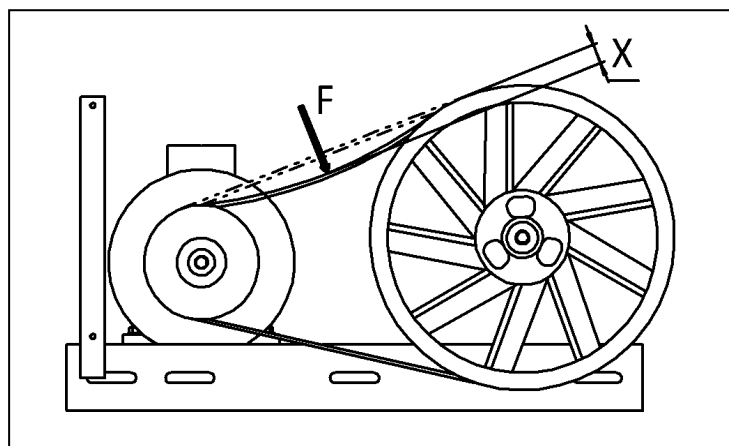

Figure 4
- 3 Utilisez la force F avec 30...40 N perpendiculaire au milieu de la courroie (**figure 4**).
- 4 Mesurez le mouvement X (**figure 4**). Le fléchissement de courroie X doit être de 5...6 mm.